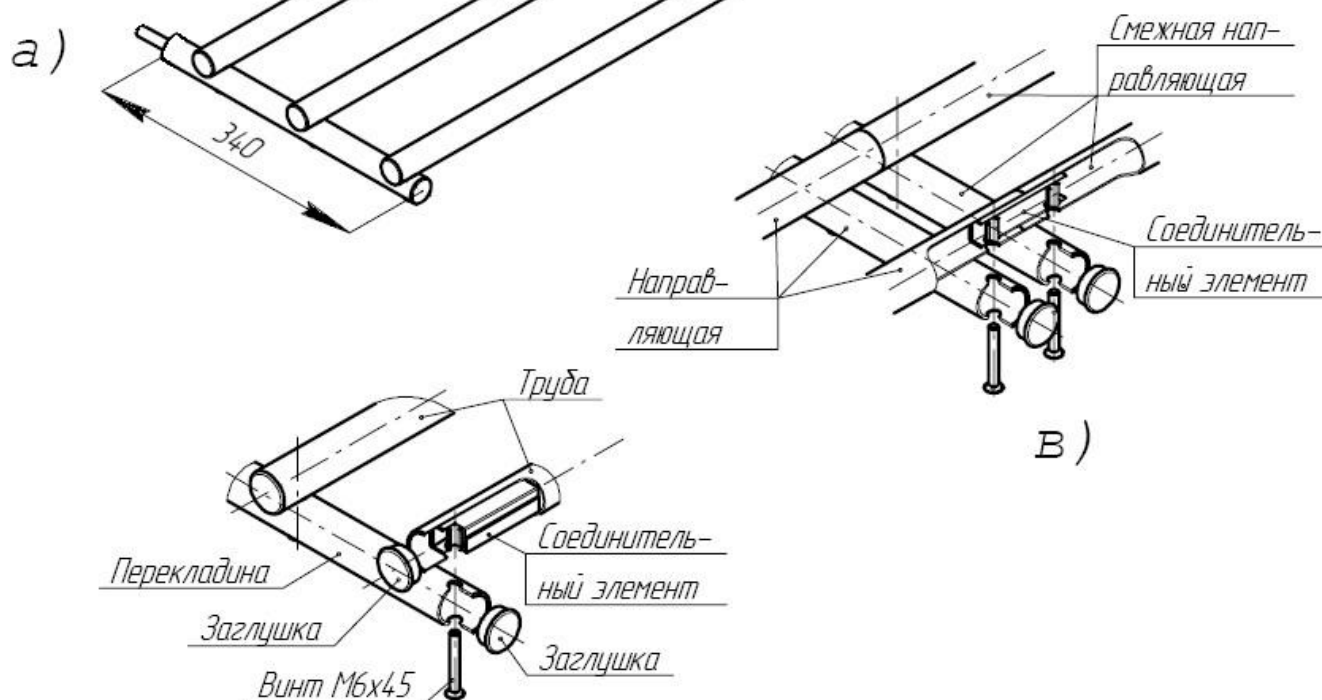

Рис. 7. Направляющая для подносов
После сборки в ЛР обеспечивается жесткое соединение соседних направляющих с минимальным отклонением труб от их соосности, что придаёт всей линии исключительную устойчивость к случайному смещению и опрокидыванию. На рис. 7 приведена схема сборки направляющей.
– каждую из труб последовательно приложите к поперечинам так, чтобы их монтажные отверстия совпали и трубы были параллельны столешнице изделия; вставьте снизу винты М6х45 в отверстия поперечин и заверните их в резьбовые отверстия соединительных элементов (рис. 7б и 7в). Соединительные элементы нужно предварительно вставить в трубы резьбовыми отверстиями вниз (расположение соединителей внутри труб зависит от наличия/отсутствия смежного изделия из ЛР) после извлечения торцевых заглушек.